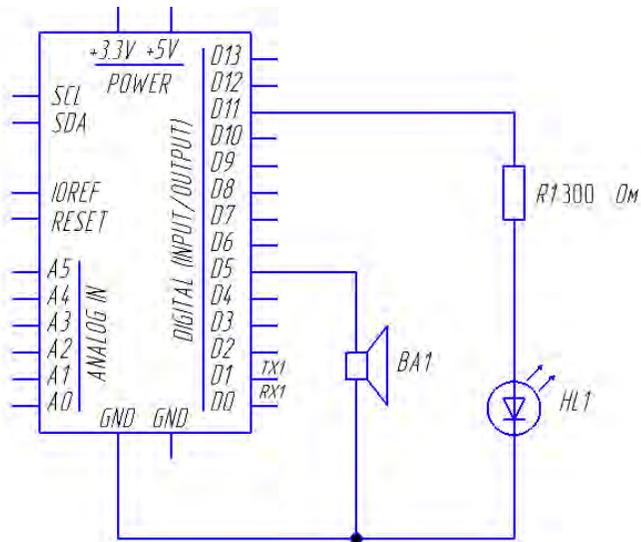

Рисунок 6.1 – Схема подключения светодиода и динамика к микроконтроллеру Arduino
6.2.1 Чтобы построить электрическую цепь, соедините первый вывод резистора $R1 = 300 \text{ Ом}$ с цифровым выводом *D11* на Arduino, второй – с длинным выводом светодиода (анодом). Короткий вывод светодиода (катод) соедините с контактом GND Arduino. Динамик подключите одним выводом к выводу *D12* Arduino, другим – к общей шине (см. рисунок 6.1).